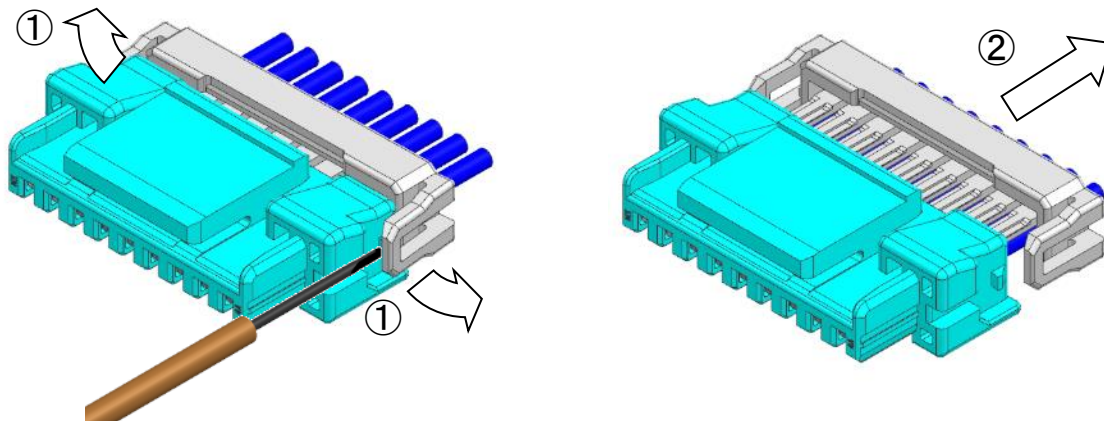

Fig.6-13
一度挿入したリテーナーを取り外す時は①マイナスドライバー等を使ってリテーナーの両端ロック部を持ち上げ、②リテーナーを引き抜いてください。ただし、ロック部を大きく持ち上げると塑性変形します。変形したロック部は端子保持力が低下し、仕様の強度を満たさない可能性がございます。そのため、**リテーナーを取り外した際には、再利用せずに新しいリテーナーを御使用ください。** (Fig.6-13)